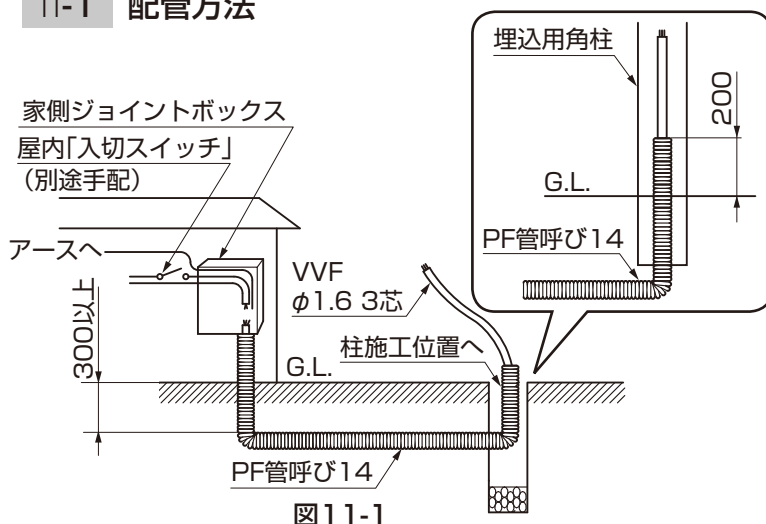

図11-1
- ①図11-1を参照して、配管を行なってください。
- ②PF管を埋込角柱内部のG.L.上200mmの位置まで挿入してください。